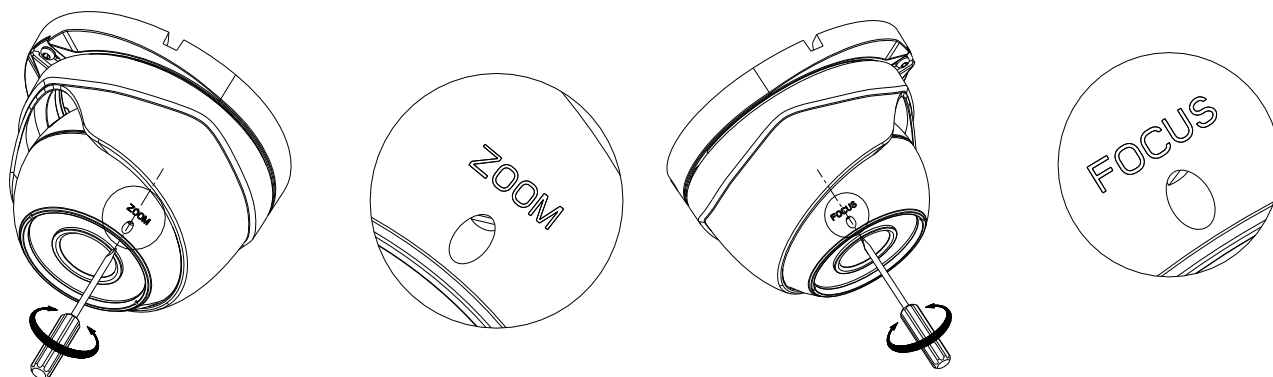

Рис.2.1.4. Фокусировка объектива видеокамеры LTV-CDH-B900L-V
12. Выберите требуемую зону обзора видеокамеры и произведите фокусировку объектива, как показано на рис.2.1.4.